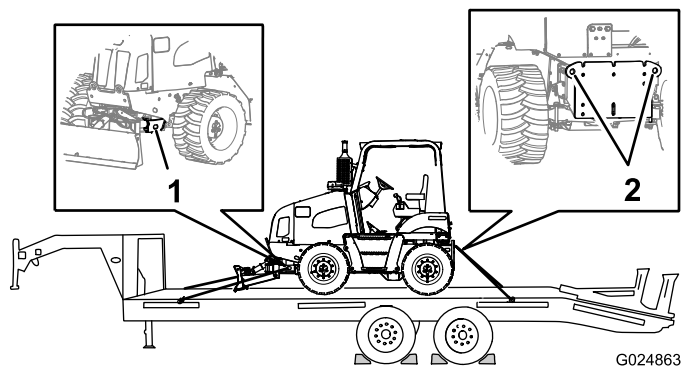

Рисунок 58
9. Прикрепите переднюю и заднюю часть машины к прицепу с помощью цепей и крепежных деталей (Рисунок 58).